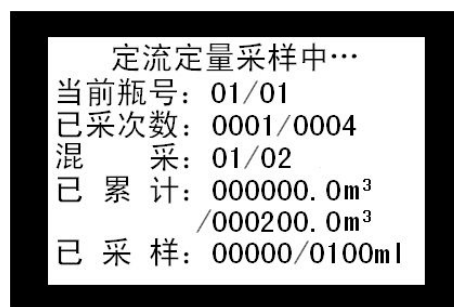

图 22 定流定量采样界面
- ◆ **立即启动：**按【菜单】键选择此参数项后，按【确定】键，则按当前设定的参数立即启动采样。采样过程中，采样仪处于“忙”状态，不再接受外部指令和操作。如图 22 所示。